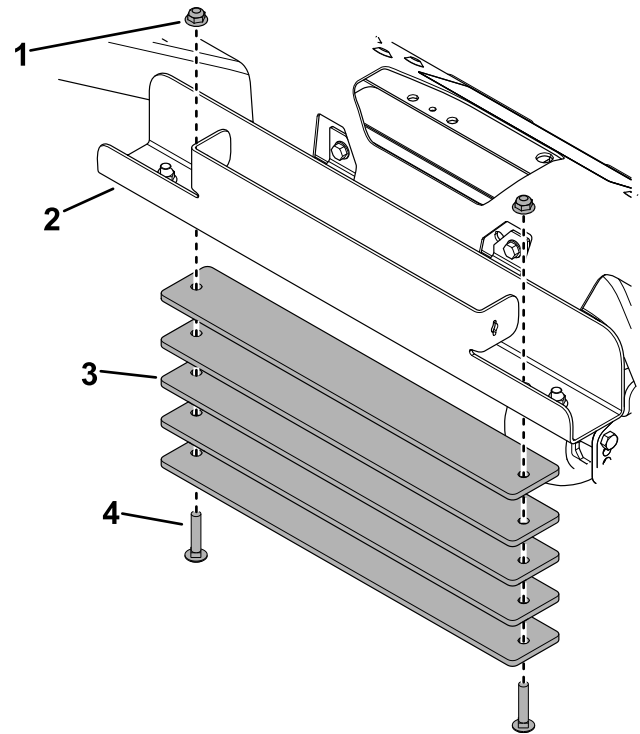

Figure 2
2. Installez les 5 masses sous le logement de masse (Figure 2).